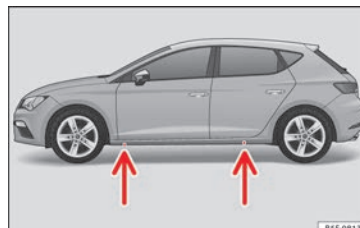

Fig. 73 Traversa: segni.
- Individuare nel longherone il punto di appoggio del cric (zona avvallata) più vicino alla ruota da sostituire » » » **fig. 73.**